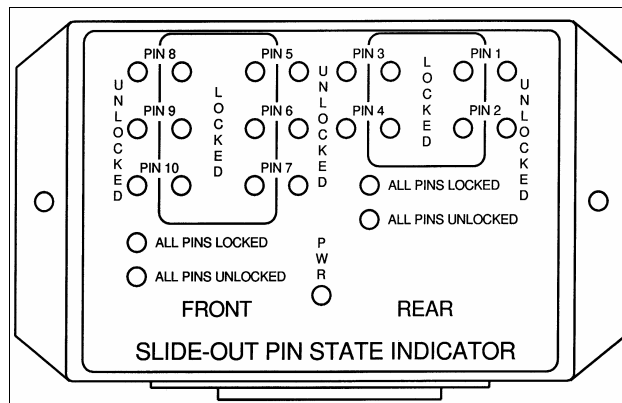

FIGURE 2
- Vérifier que tous les vérins sont déverrouillés. Pour ce faire, vérifier l'état des voyants du module d'état des vérins des rallonges coulissantes (SLIDE-OUT PIN STATE INDICATOR) lorsque la clé du commutateur d'allumage est en position «ON» (voir la figure 2). Le voyant rouge «ALL PINS UNLOCKED» doit être allumé sur les deux rallonges. Si un ou les deux voyants sont éteints, vérifier quel vérin n'est pas déverrouillé (voyant rouge à l'extérieur des rectangles) et reprendre l'étape 3 pour déverrouiller manuellement tous les vérins jusqu'à ce que les deux voyants «ALL PINS UNLOCKED» soient allumés (voir le manuel «Slide-out operation»).